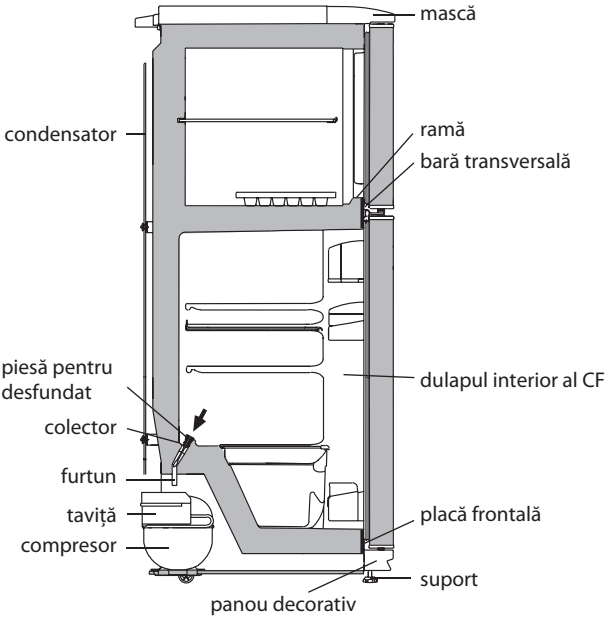

Figura 4 — Schema scurgerii apei provenite din dezghețarea CC
2.2.1 În CF funcționează un sistem automat de dezghețare. Bruma, care apare pe pereții din spate a CF, după deconectarea compresorului care lucrează în ciclu, se topește și se transformă în picături de apă. Picăturile de apă provenite din dezghețare se scurg în colector, apoi prin gaura acestuia și prin furtun - în tavița de pe compresor, în conformitate cu figura 4 și se evaporă.
Prezența apei în colector indică înfundarea sistemului de drenaj. Pentru eliminarea înfundării folosiți piesa corespunzătoare și curățați gaura colectorului, astfel ca apa să se scurgă liber în taviță, apoi spălați piesa și instalați-o în conformitate cu figura 4.
SE INTERZICE să exploatați frigiderul cu sistemul de scurgere înfundat. Apa care a apărut pe fundul CF sau care a ajuns în locul de alăturare a barei transversale și a dulapului interior al CF, în conformitate cu figura 4, poate provoca coroziunea dulapului exterior al frigiderului și elementelor agregatului
ATENȚIE! Nu permiteți scurgerea apei provenite din dezgheț din CC la decongelarea și curățarea acestuia, deoarece ea, pătrunzând în locul de alăturare a barei transversale și a ramei CC, în conformitate cu figura 4, poate provoca coroziunea dulapului exterior al frigiderului și a elementelor agregatului frigorific, defectarea izolației termice, formarea crăpăturilor ramei și defecțiunea dulapului frigiderului.